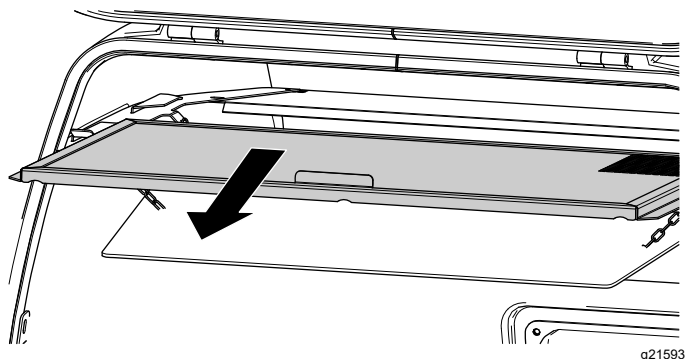

Figura 139
3. Rimuovete la griglia della tramoggia e pulitela (Figura 139).